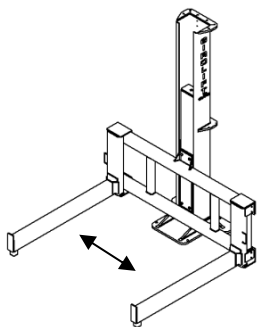

FIGURE 11 : FOURCHES EN POSITION OUVERTE
1. VÉRIFIER SI LES FOURCHES SE DÉPLACENT SUR LE TABLIER. VOIR **FIGURES 11** ET **12**.